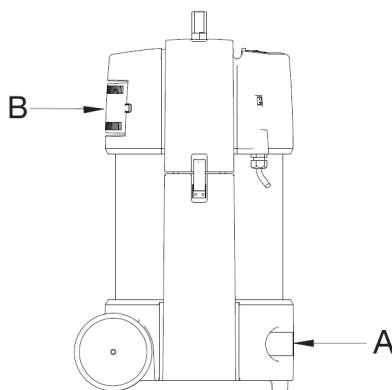

Figura 2: Ubicaciones de conexión
1. Conecte la manguera de extracción en un lado a la entrada de aire de la máquina (consulte Figura 2: Ubicaciones de conexión en la página B-1, elemento A) y en el otro lado al soplete de soldadura o a la pequeña boquilla de succión.
Si la unidad se opera en posición vertical u horizontal, la entrada y salida de aire (consulte Figura 2: Ubicaciones de conexión en la página B-1, Elementos A y B) deben estar libres de obstrucciones.